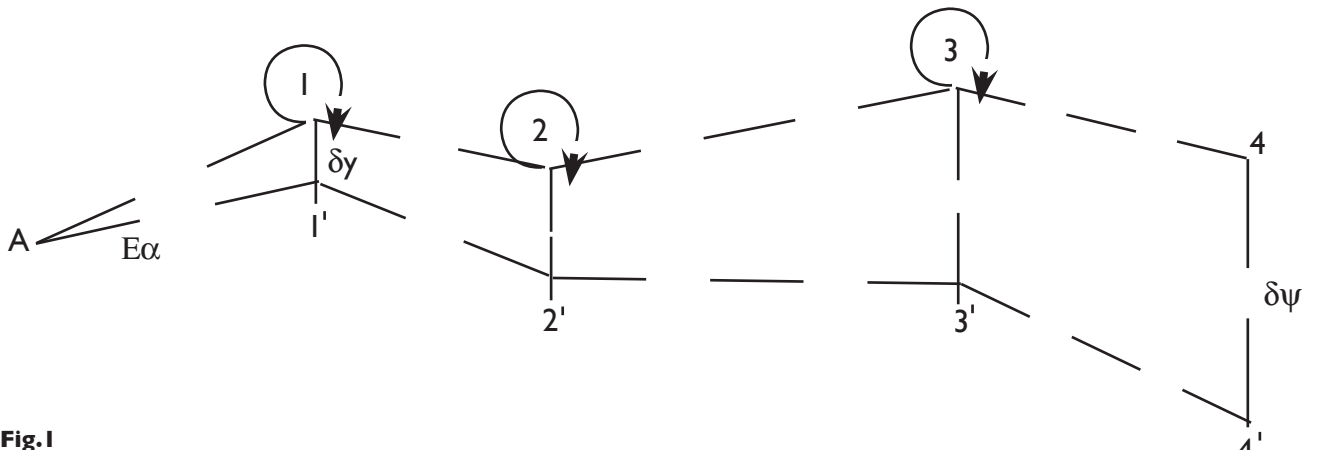

Fig.1
1) Une erreur sur une visée n'influe pas sur l'orientation des visées suivantes. Elle va seulement créer une erreur en X et en Y qui se répercutera, bien sûr, mais sans être amplifiée (Fig 1).